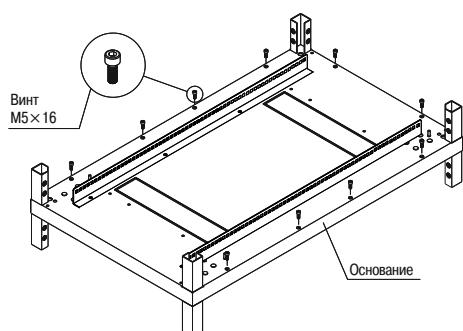

Рисунок 4 – Нижнее основание верхней секции
4.2.4 Извлеките из первого места основания. Установите на нижнее основание верхнего сектора винты M5×16 (10 шт.) с цилиндрической головкой (рисунок 4).